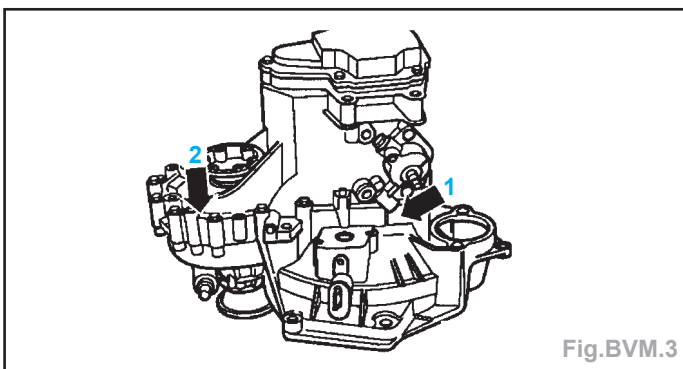

Fig.BVM.3
- Lettres-repères et date de fabrication de la boîte de vitesses (flèche 1) (Fig.BVM.3).
- BV mécanique 02J (flèche 2) (Fig.BVM.3).